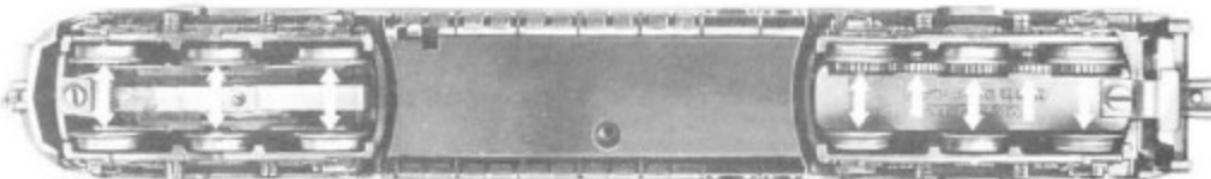

Fig. 3
4. Schmierung. Nach etwa 40 Stunden Laufzeit oder nach längerem Lagern empfehlen wir die Schmierung der Ankerlager und der Lager der Getrieberäder. In die von oben in das Treibgestell führende Aussparung muß ebenfalls etwas Öl gebracht werden. Hierzu ist das Gehäuse des Motorwagens abzunehmen (siehe Punkt 5a). Außerdem sind in die in Fig. 3 mit Pfeilen gekennzeichneten Achslager zu ölen. Auf eine Lagerstelle darf nicht mehr als 1 Tropfen Öl gegeben werden. Zu starkes Ölen führt zu Störungen durch Bildung einer Schmutzschicht. Als Schmiermittel empfehlen wir Marklin-Schmieröl 7199 oder Winterautoöl. Unter keinen Umständen darf Speiseöl verwendet werden.
Abgenutzte Schleifer können nach Entfernen der in Fig. 3 sichtbaren Schrauben abgenommen und in entsprechender Weise durch einen neuen Schleifer ersetzt werden. Der Schleifer für den Steuerwagen trägt die Nr. 7175. Am Motorwagen ist der Schleifer 7164 angebracht. Beim Einsetzen des neuen Schleifers ist auf die richtige Lage der Kontaktplatte zu achten.
4. Lubrication. The train should be lubricated after about 40 hours of running time or after long periods of storage. Remove the body of the locomotive (see 5a). Lubricate the gears and the axle bearings as indicated by arrows in fig. 3. Also put a single drop of oil on the ends of the armature bearings as indicated by the felt pads. Do not over oil as an excess of oil will attract dirt and cause damage. Never use vegetable oils for lubrication. Use only good grades of machine oil such as Märklin No. 7199.
8. Current pickup shoes. The pickup shoes on the locomotive and the trailing car should extend below the flange of the wheels about $\frac{1}{16}$ ", in order to exert sufficient pressure onto the stud contacts of the track. The springs on the pickup shoes should be adjusted with a pair of tweezers if necessary as shown in fig. 5. To replace the pickup shoes remove the screw shown in fig. 3 and replace by a new pickup shoe. The pickup shoe for the rear end unit is No. 7175. The pickup shoe for the locomotive is No. 7164. Make sure the contact plate is in correct position when attaching the new shoe.
4. Graissage. Nous conseillons de procéder à un graissage de l'élément moteur après environ 40 heures de fonctionnement ainsi qu'après un stockage prolongé: paliers de l'arbre d'induit et du train d'engrenages. Amener également une goutte d'huile dans le bogie moteur par l'ouverture supérieure. Démonter la caisse de l'élément moteur pour avoir accès à ces points de graissage (voir § 5a). Graisser également les paliers des essieux signalés par des flèches sur la figure 3. Amener une goutte d'huile sur chaque point de graissage. Un graissage excessif entraîne une marche irrégulière du train par suite de la formation de cambouis. Nous conseillons l'huile Märklin 7199 ou de l'huile d'autos fluide comme lubrifiant. L'huile de table est à proscrire absolument.